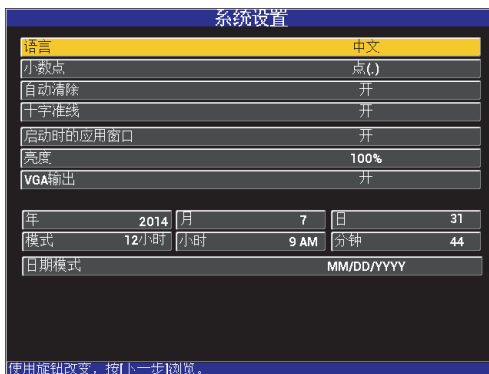

图 4-1 系统设置屏幕
1. 按两下**高级设置**菜单键（），然后按下 **B** 键，访问**系统设置**屏幕（参见第 57 页的图 4-1）。
1. 按两下**高级设置**菜单键 () , 然后按下 **B** 键, 访问**系统设置**屏幕 (参见第 57 页的图 4-1)。
3. 在**系统设置**屏幕上（参见第 57 页的图 4-1），使用**全屏 / 下一组键**（），加亮显示所需的参数，然后使用旋钮更改这个参数的值：